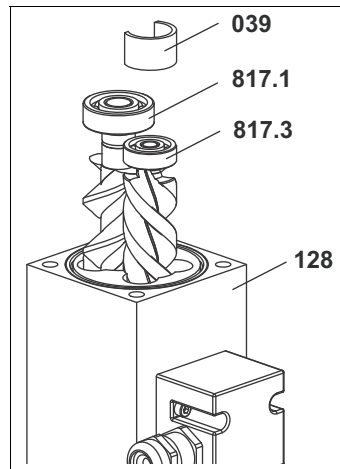

Abb. 2
2. Spindelsatz mit Kugellagern und Distanzhülse **039** aus dem Messgehäuse **128** ziehen, siehe Abb. 2, Seite 26. Für späteren Zusammenbau auf Zusammenstellung achten. Distanzhülse entfernen.